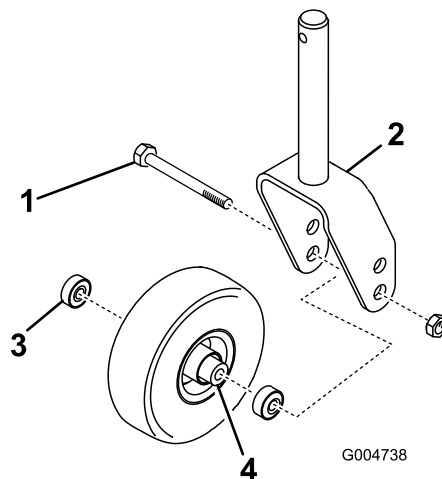

Figura 129
1. Togliete il dado di bloccaggio dal bullone che fissa il gruppo ruota orientabile alla forcella o al braccio di rotazione (Figura 129).
2. Afferrate la ruota orientabile ed estraete la vite a testa cilindrica dalla forcella o dal braccio di rotazione (Figura 129).
3. Togliete il cuscinetto dal mozzo della ruota e lasciate cadere il distanziale del cuscinetto (Figura 129).
4. Togliete il cuscinetto dalla parte opposta del mozzo della ruota (Figura 129).